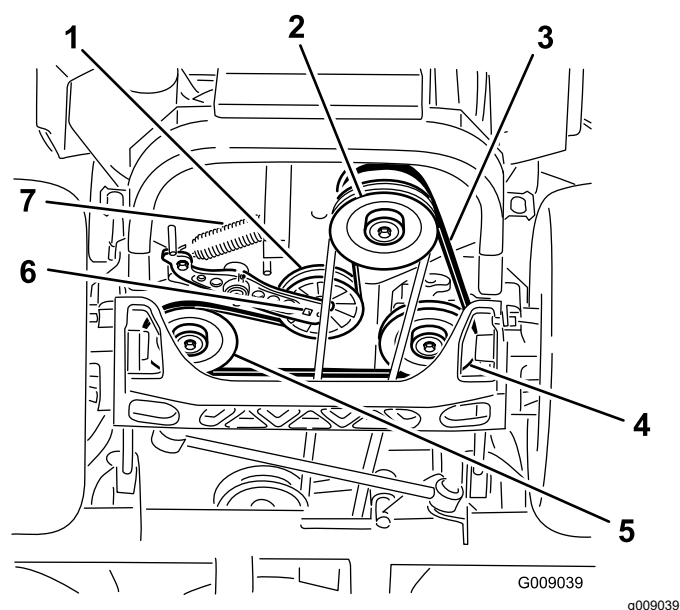

**Figure 77**
12. Posez les protège-courroies (Figure 77).